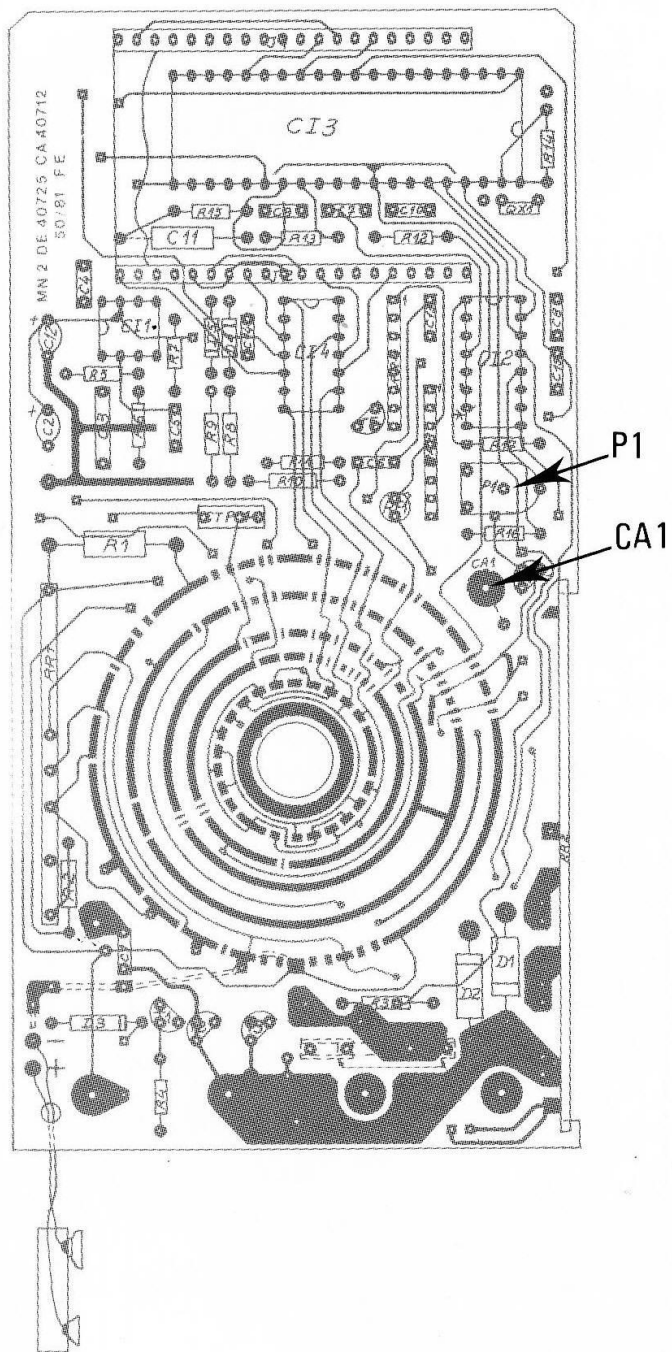
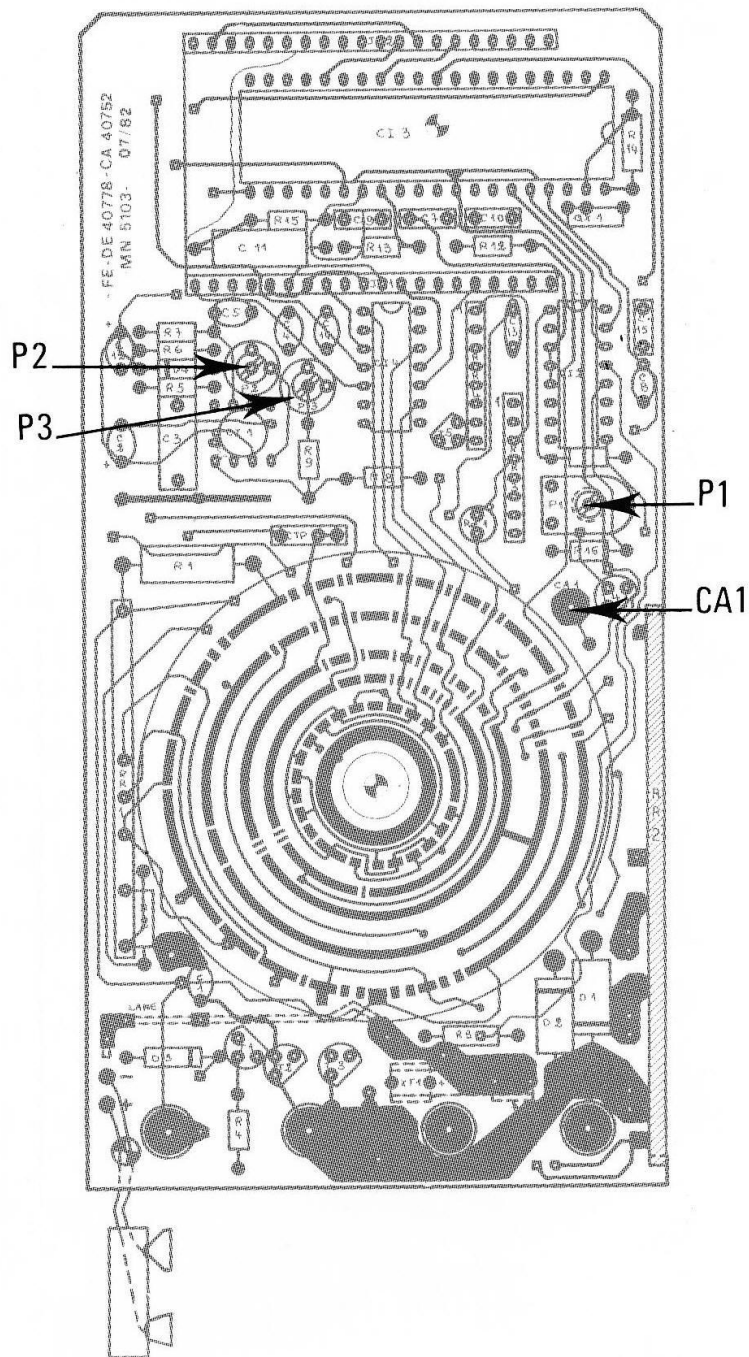
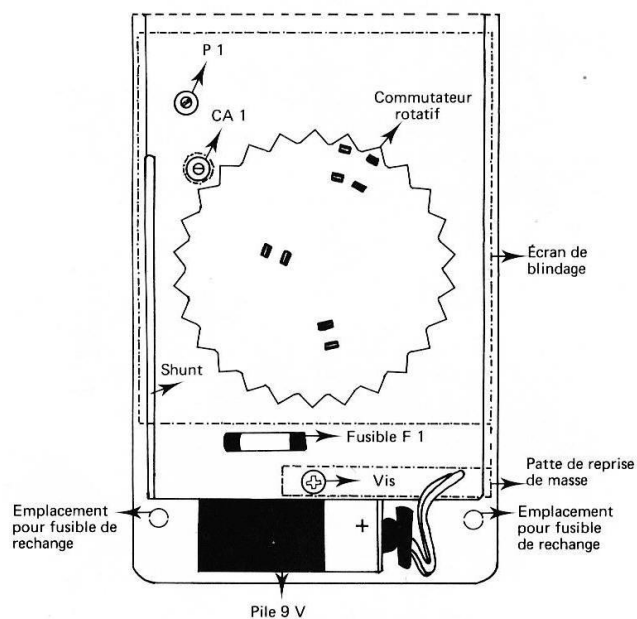

FIGURE 16 : MN 5102 A
FIGURE 17 : MN 5103 RMS
FIGURE 18
- Remplacer la pile 9 V (type 6 LF 22 ou 6 F 22) en respectant la polarité (voir la figure 18 ci-après).
Le fusible est placé sur le circuit imprimé près de la pile 9 V (voir la figure 18 ci-après).
Deux emplacements sont prévus à l'intérieur du boîtier, près de la pile, pour deux fusibles de rechange (voir la figure 18 ci-après).
- Régler le potentiomètre P 1 (*) (figure 16 : MN 5102 A ; figure 17 : MN 5103 RMS et figure 18) pour obtenir le basculement entre 189,9 et 190,0.
- Régler le condensateur CA 1 (*) (figure 16 : MN 5102 A ; figure 17 : MN 5103 RMS et figure 18) pour obtenir l'affichage de 1,900.
- Oter la vis représentée sur la figure 18 ci-dessous, dégager éventuellement la patte de reprise de masse du blindage.
- Régler le potentiomètre P 3 (voir figure 17), pour afficher 10.
- Et, régler le potentiomètre P 2 (voir figure 17), pour afficher 190,0 mV.